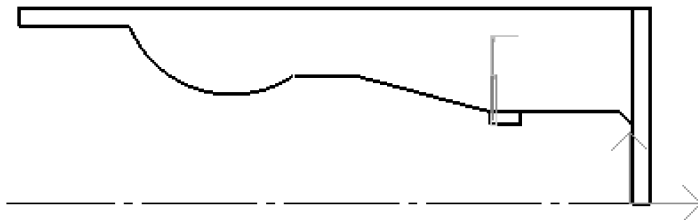

图 8-25 切槽加工刀具路径
2) 在立即菜单中选择【单个拾取】选项，状态栏中提示“拾取被加工表面轮廓”，依次拾取外沟槽表面轮廓线并单击鼠标右键确定，状态栏中提示“输入进退到点”，输入“-22, 25”后按回车键，生成如图 8-25 所示的刀具路径。